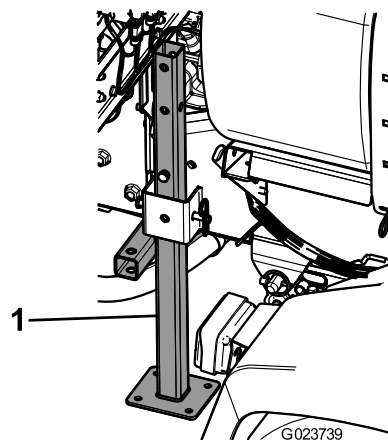

Рисунок 29
3. Вставьте задние подъемные опоры снизу вверх, в раму, рядом с задними точками крепления (Рисунок 29).